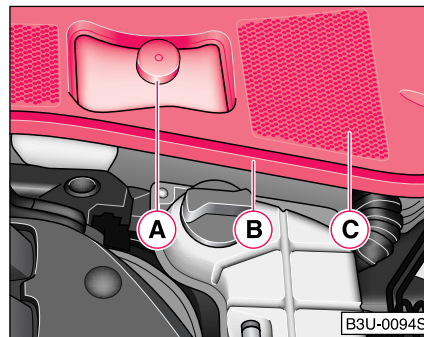

Fig. 158 Compartimentul motor: Rezervorul pentru lichidul de frână ►
- Scoateți parțial granitura din cauciuc **(B)** ⇒ pagina 210, Fig. 158 și deschideți capacul **(C)**.